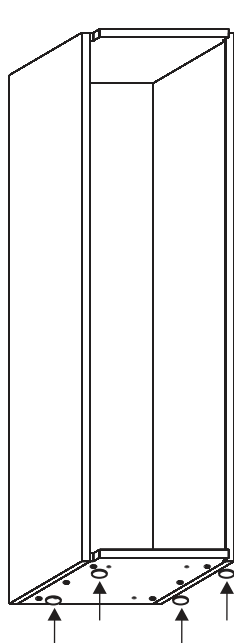

Abb.: 2
3. Kleben Sie auf die Unterseite die im Beschlagsbeutel enthaltenen Gummi - Puffer. (Abb. 2)